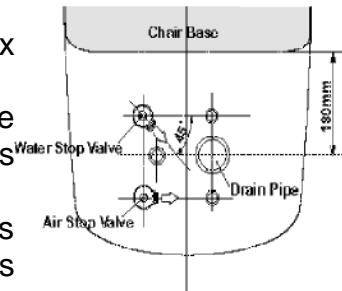

Fig.6-6 Direction of Water and Air Stop Valves
- Installez le robinet d'eau et le robinet d'air sur chaque tuyauterie d'approvisionnement. Le positionnement des robinets d'arrêt est montré dans la (Fig.6-6).